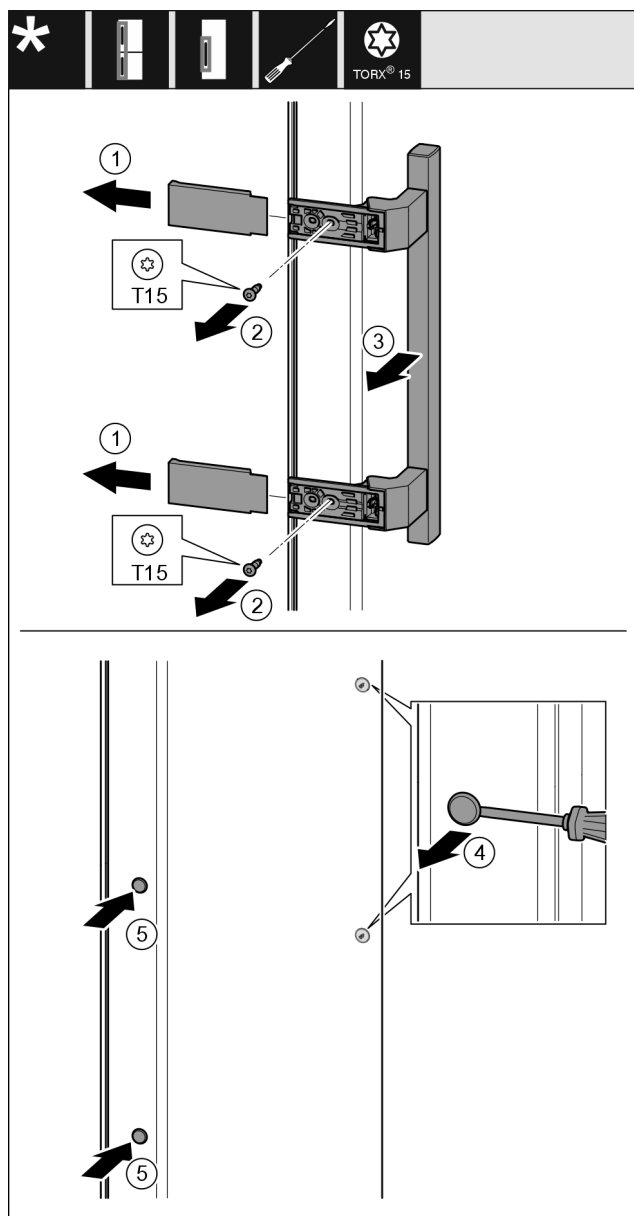

Fig. 8
- Levantar la cubierta. Fig. 8 (1)
- Desatornillar los tornillos con un destornillador Torx 15. Fig. 8 (2)
- Retirar el tirador. Fig. 8 (3)
- Levantar con cuidado el tapón lateral del electrodoméstico con el destornillador plano y sacarlo. Fig. 8 (4)
- Volver a colocar el tapón en el otro lado. Fig. 8 (5)